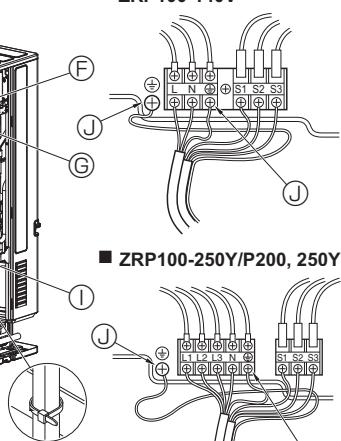

Fig. 6-2
6.1. Dış ünite (Fig. 6-1, Fig. 6-2)
① Servis panelini söküн.
② Fig. 6-1 ve Fig. 6-2'ye bakarak kabloları bağlayın.